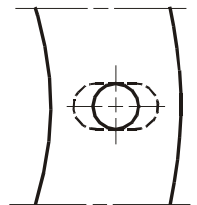

Fig. 4
- Indien nodig, de gaten in de flensdichting (4) vergroten, (zie Fig. 4).